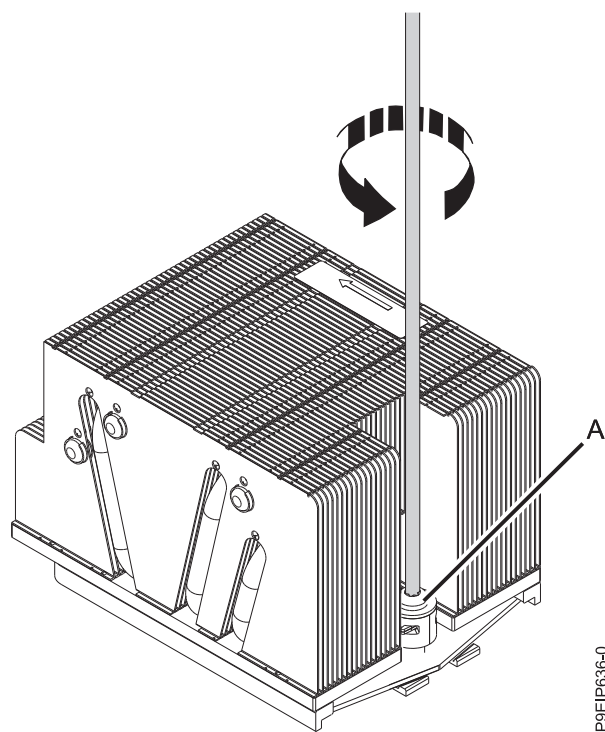

Figura 84. Soltando o Parafuso do Braço de Carregamento do Dissipador de Calor
4. Solte o parafuso do braço de carregamento (A) do dissipador de calor do processador do sistema que você está removendo usando uma chave de fenda Phillips n°3, conforme mostrado na Figura 84.